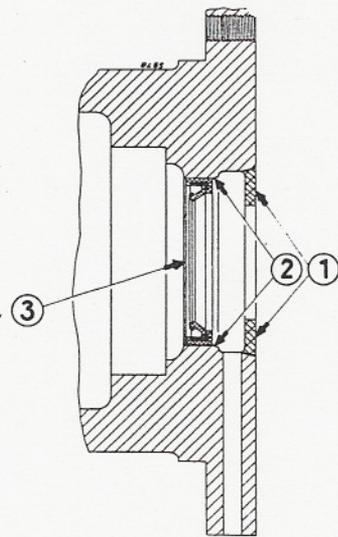

Fig. 436
Rechercher des traces éventuelles d'huile sur la face externe du joint (3), fig. 436. En cas de fuite d'huile, remplacer le joint. Le canal vertical visible à la fig. 436 n'existe plus dans les carters plus récents.